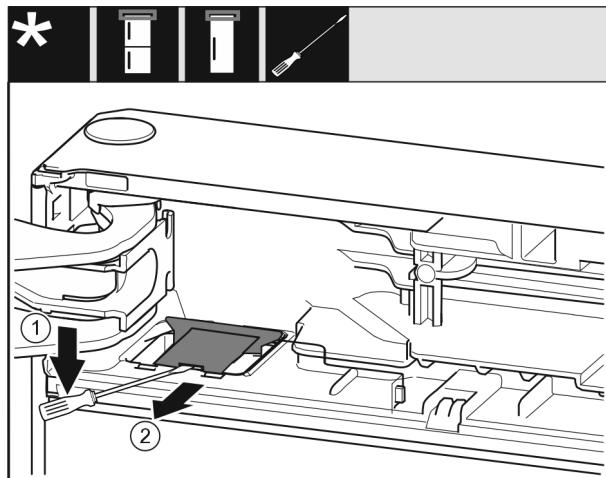

Fig. 10
- ▶ 使用带槽螺丝刀松开盖板 Fig. 10 (1)。
- ▶ 取出盖板 Fig. 10 (2)。